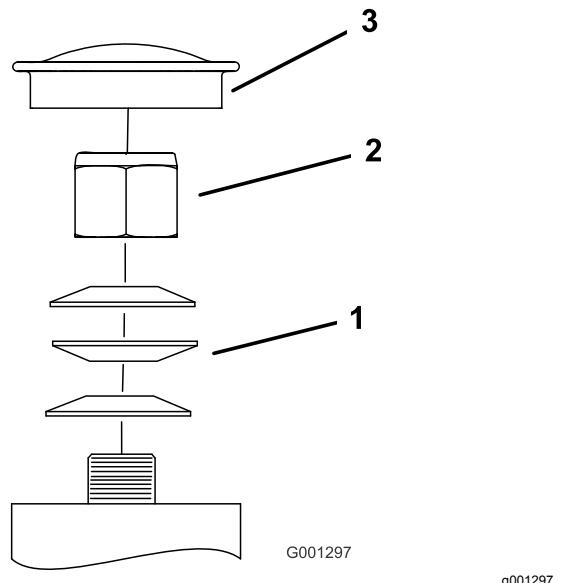

Bild 71
3. Entfernen Sie den Staubdeckel vom Laufrad und ziehen Sie die Sicherungsmutter an (Bild 71).
4. Ziehen Sie die Sicherungsmutter so weit fest, dass die Federscheiben flach liegen und schrauben dann um Viertelumdrehung zurück, um die Lager richtig vorzuspannen (Bild 71).
Wichtig: Achten Sie darauf, dass die Federscheiben richtig eingesetzt sind, siehe Bild 71.
5. Setzen Sie den Staubdeckel auf (Bild 71).